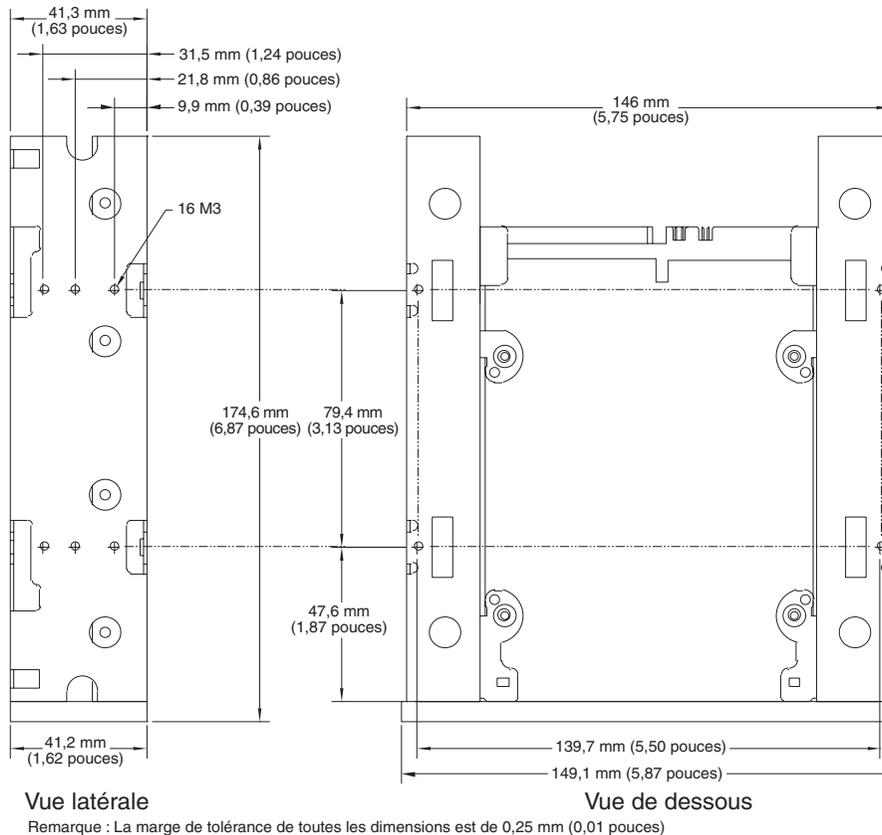

FIGURE 7. Trous de montage du lecteur de bande interne pour une installation de 5,25 pouces
4. Fixez le lecteur à la baie de montage avec quatre vis en dessous du lecteur et six de chaque côté (consultez la figure 7, page 30).